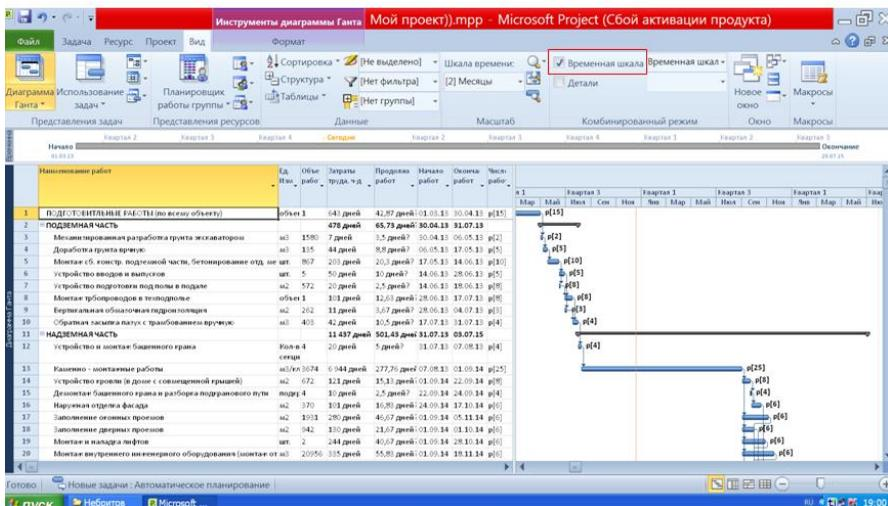

Рис.14. Представление временной шкалы
- На вкладке **Вид**, в группе **Комбинированный режим** установить флажок **Временная шкала**. Над представлением Диаграмма Ганта появится представление **Временная шкала** (рис.14), где указана дата начала и окончания проекта. Для снятия Временной шкалы флажок убрать.